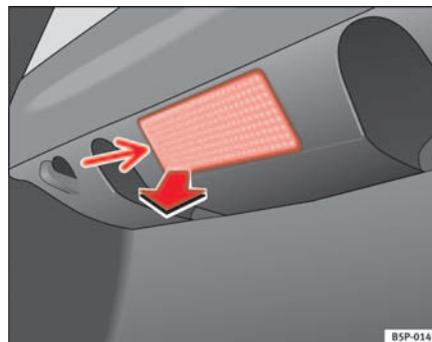

Fig. 192 Luz maletero
- Extraiga la tulipa haciendo presión sobre el borde de la parte interior de la misma -flecha- con ayuda de un destornillador por su parte plana. ⇒ fig. 192 ▶